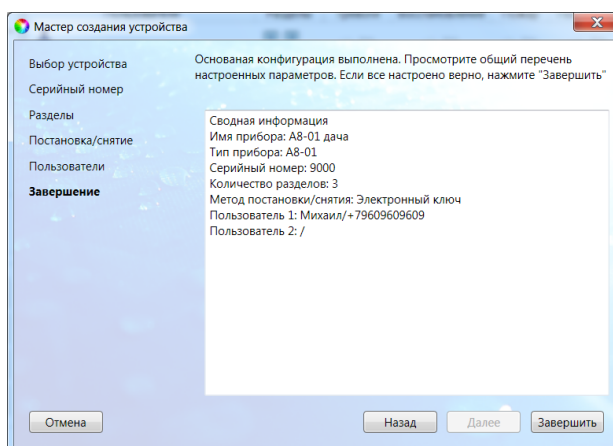

Рис. 5.10. Окно *Завершение*
13. В следующем окне *Завершение* отображаются указанные параметры (рис. 5.10). Для завершения нажмите кнопку *Завершить*. Для того чтобы вернуться назад и изменить параметры, нажмите кнопку *Назад*.